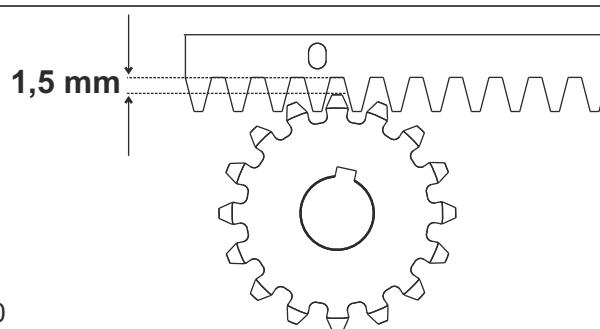

Fig. 10
5.6. Toda la cremallera debe elevarse de 1,5 mm para evitar que el peso de la cancela carga sobre el piñón (Fig. 10). **Atención: mantener un juego mín. 0,5 mm entre el diente del piñón y el diente de la cremallera;**